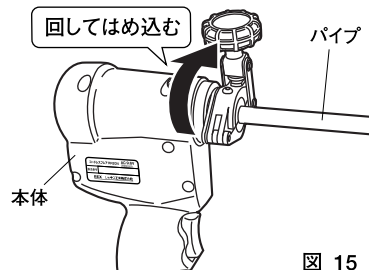

図 15
*本体の切り欠き位置 (差込口) にクランプの突起部を合わせてセットし図中 (図15) 矢印の方向に「カチャッ」とはめ込んでください。